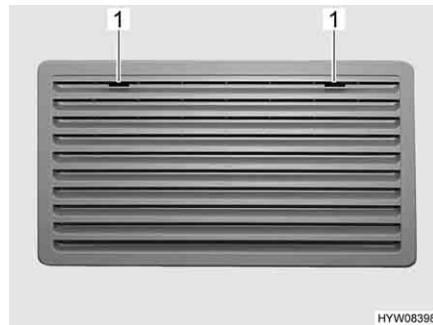
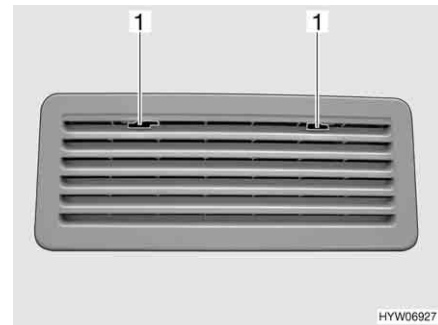

Bild 232 Kühlschrank-Lüftungsgitter
Bild 233 Kühlschrank-Lüftungsgitter
- Arretierung (Bild 232,1 oder Bild 233,1) zur Mitte schieben.